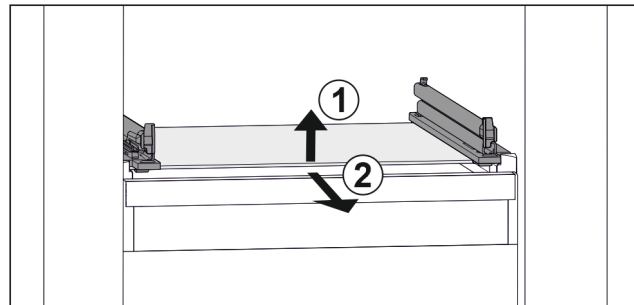

Fig. 39 Rappresentazione esemplificativa del ripiano in vetro
- Sollevare il ripiano in vetro dal davanti. Fig. 39 (1)
- Rimuovere il ripiano in vetro tirando in avanti. Fig. 39 (2)